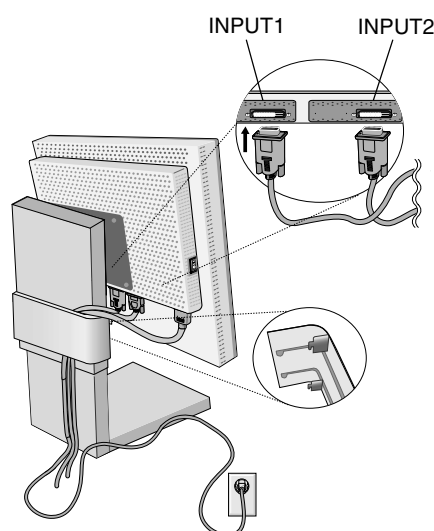

Figura C.1
3. Collegare il cavo segnali DVI al connettore sul retro del monitor (**Figura C.1**).
Raccogliere i cavi e tenerli nel supporto con la copertura cavi fissata. La copertura cavi può essere fissata sulla parte anteriore o posteriore del supporto inclinato (**Figura C.1, C.2**).
4. Collegare un'estremità del cavo di alimentazione all'ingresso c.a. sul retro del monitor e l'altra estremità alla presa di alimentazione (**Figura C.1**).